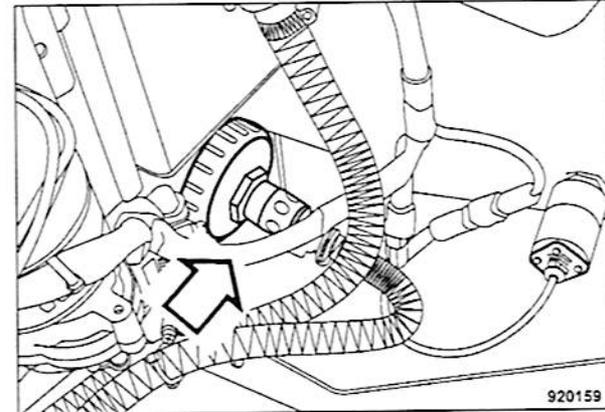

Fig. 194
- Separar los acoplamientos rápidos (Fig. 194) en el filtro de agua.